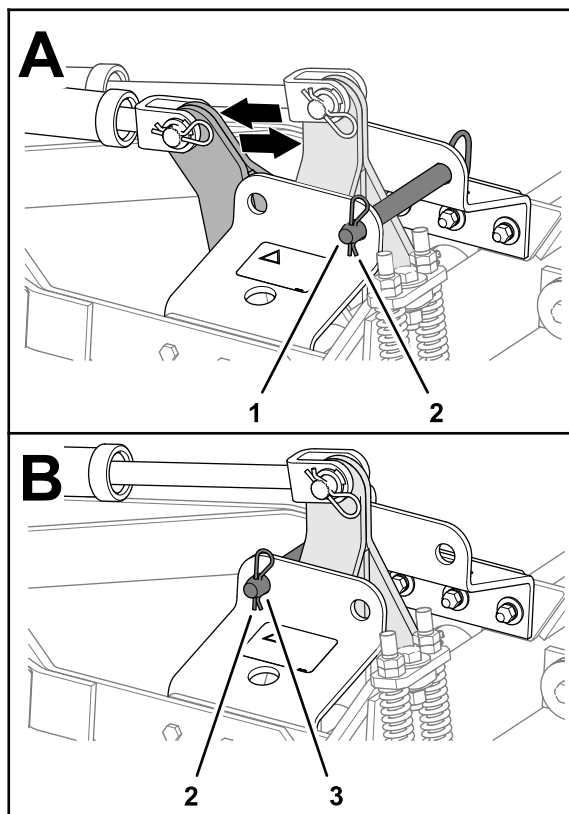

Рисунок 22
2. Извлеките игольчатый шплинт и переместите стопорный штифт в задние отверстия (положение хранения / аэрации) кронштейна стопорной штанги, зафиксируйте стопорный штифт в кронштейне игольчатым шплинтом (Рисунок 22).
7. Извлеките игольчатый шплинт и переместите стопорный штифт в передние отверстия (положение транспортировки) кронштейна стопорной штанги, зафиксируйте стопорный штифт в кронштейне игольчатым шплинтом (Рисунок 22).